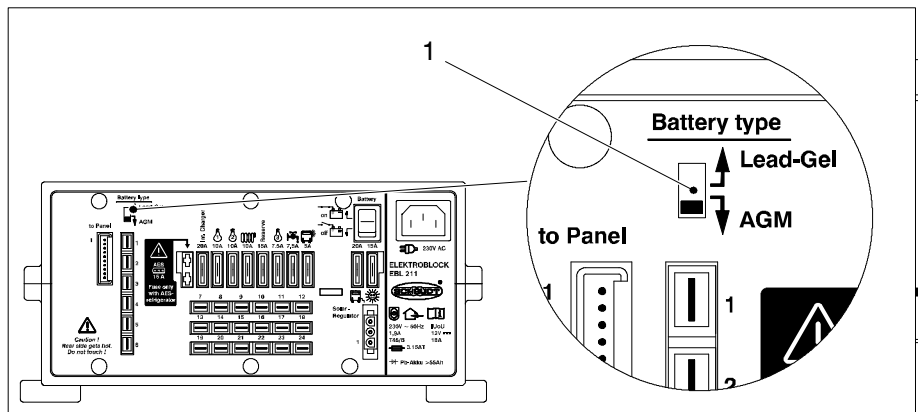

Bild 1 Batterie-Wahlschalter
- ▶ Den Batterie-Wahlschalter (Bild 1, Pos. 1) mit einem dünnen Gegenstand (z. B. Kugelschreibermine) in die entsprechende Position bringen: